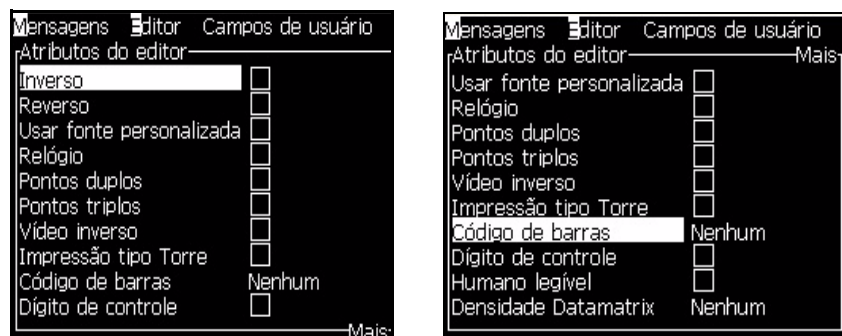

Figura 5-40: Atributos do Menu Editor
- 1 Selecione *Atributos em linha* no menu *Editor* (pressione *ALT + E*). O menu *Atributos do Editor* aparece (veja Figura 5-40 na página 5-49).